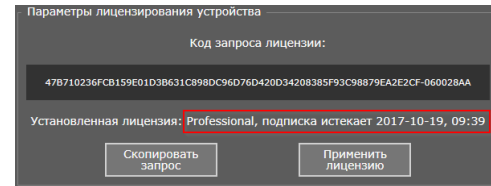

Рис. 16 Информация о типе лицензии и сроке её действия
Для активации лицензии скопируйте код запроса в буфер обмена, нажав кнопку «Скопировать запрос» (2) и отошлите его вашему менеджеру. В ответ вы получите файл лицензии, имеющий расширение \*.lic. Нажмите кнопку «Применить лицензию» (3), выберите файл лицензии и подтвердите выбор кнопкой «Открыть». При успешном применении лицензии появится соответствующее сообщение, а информация о типе лицензии и сроке ее действия изменится (рисунок 16).